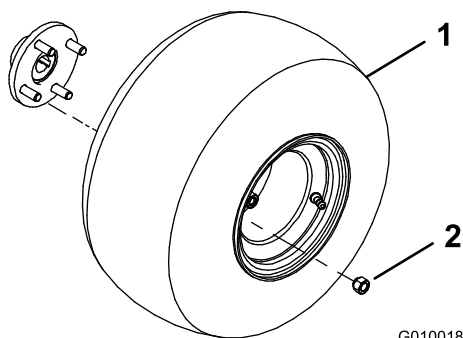

Figura 3
2. Monte un conjunto de rueda en el cubo de cada rueda trasera (Figura 3).
3. Instale las tuercas de las ruedas (Figura 3) y apriételas a 61–75 N·m.